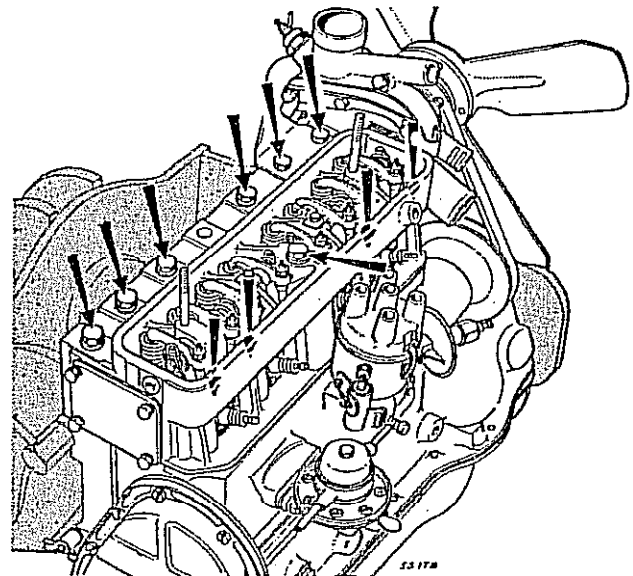

Fig. 44
- 10) Sacar los tornillos de la tapa de cilindros (Fig. 44), utilizando la herramienta especial MOT 10.